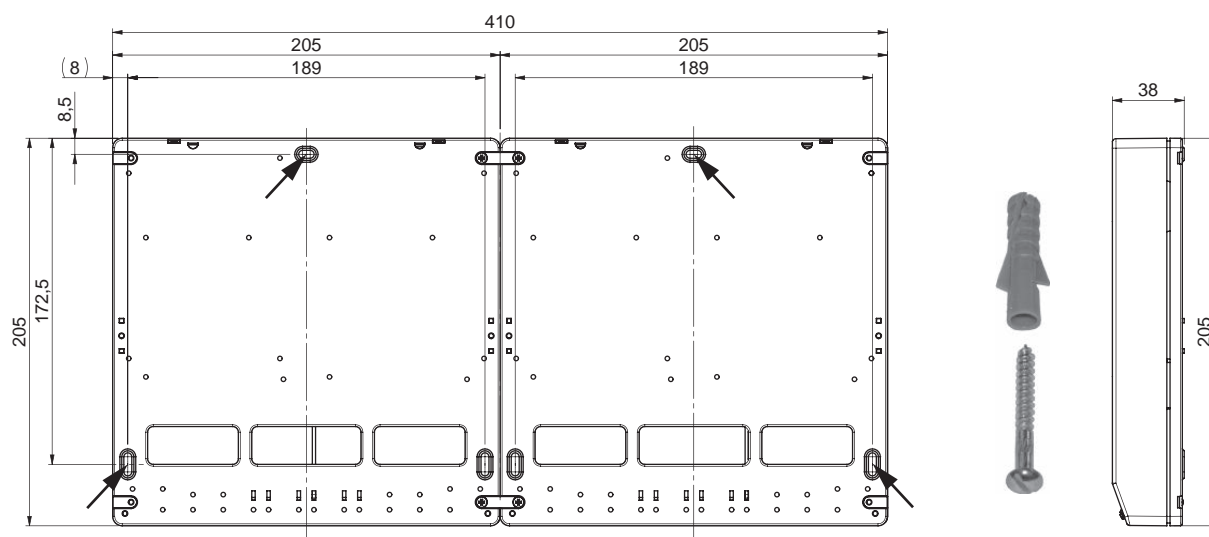

Fig. 94 Schizzo quotato - vista da dietro
- ▶ Praticare i fori di montaggio ( $\varnothing$  6 mm) nel muro (Fig. 94) come nello schizzo.